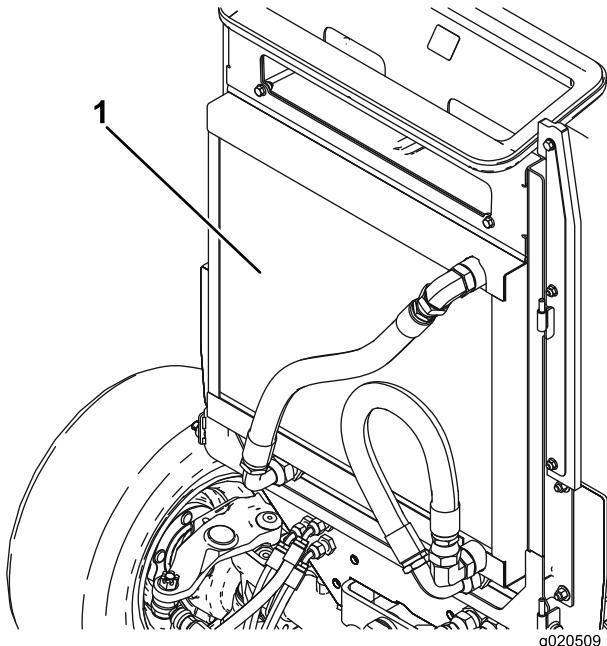

Рисунок 74
- Тщательно очистите сжатым воздухом обе стороны радиатора и маслоохладителя (Рисунок 74).